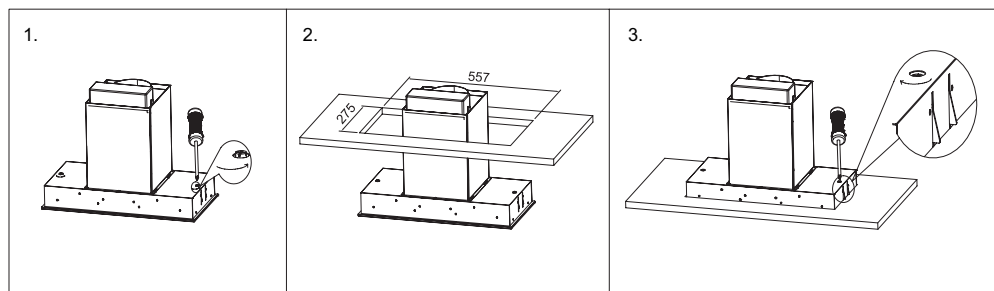

Рис. 13
1. С помощью выдвижных фиксаторов расположенных на левой и правой стороне вытяжки (см.рис. 13). Такое крепление рекомендуется если установка производится в полку шириной от 700 мм.